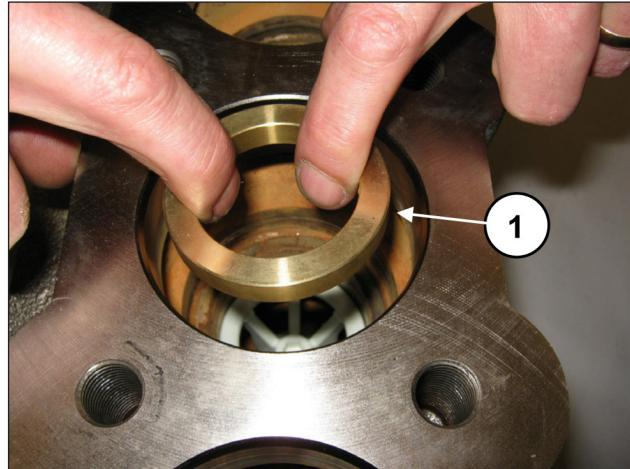
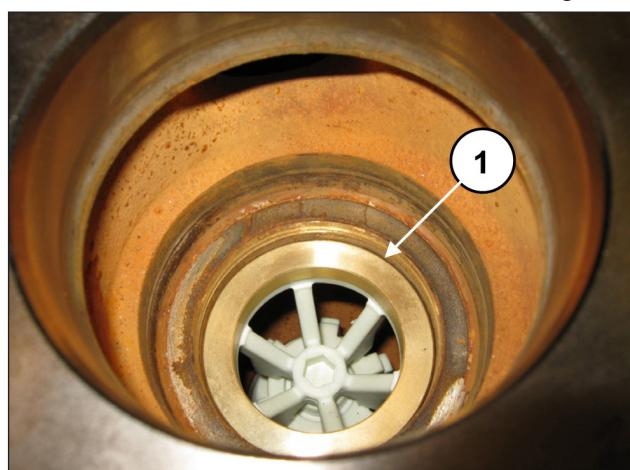

Fig. 115
Fig. 116
Inserire l'anello distanziiale sede valvola (pos. ①, Fig. 115), in appoggio sul distanziale (pos. ①, Fig. 116).